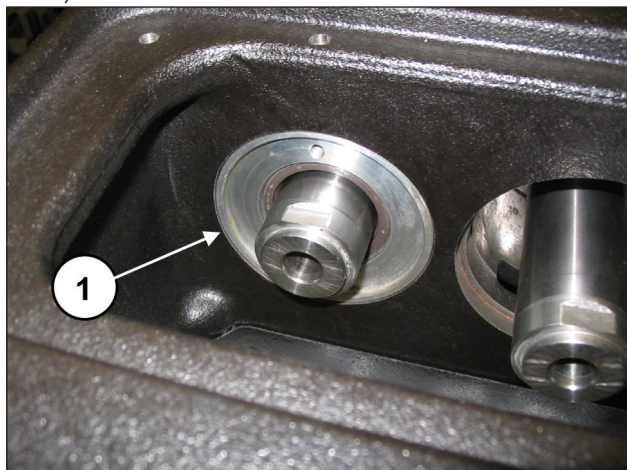
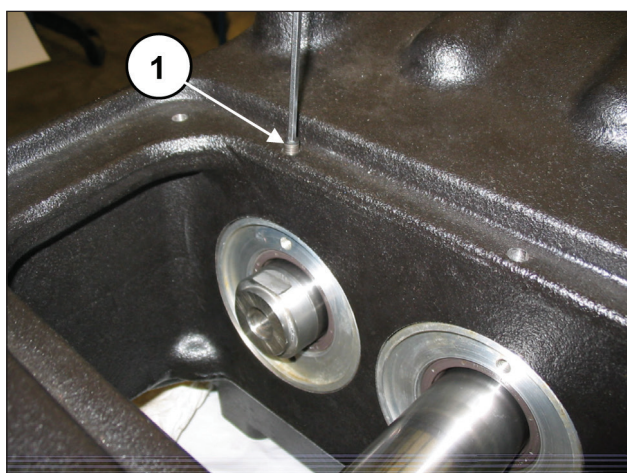

图 97
图 98
确保盖子完全进入底座 (①, 图 97) , 注意不要损坏径向密封环的唇缘。拧紧油封盖, 可使用2个M6x30螺栓 (①, 图 98)。